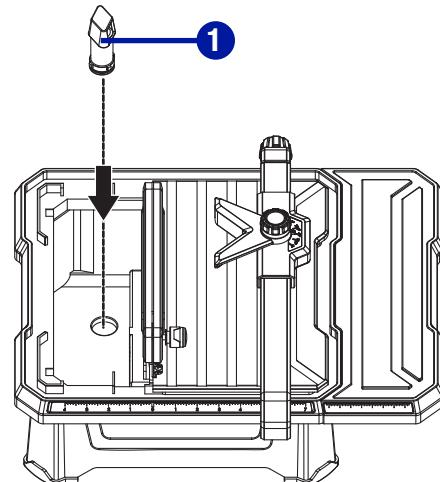

Fig. 13
**INSTALLATION DU BOUCHON DU RÉSERVOIR D'EAU (Fig. 13)**
- Enfoncez fermement le bouchon du réservoir d'eau (1) dans le trou.